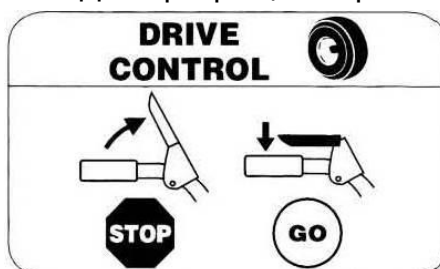

Рисунок 10
Рычаг управления приводом находится на правой рукоятке. Зажмите рычаг управления приводом для начала движения. Для прекращения работы отпустите рычаг (рис. 10).
4. При необходимости долейте масло до отметки FULL, см. рис. 10.